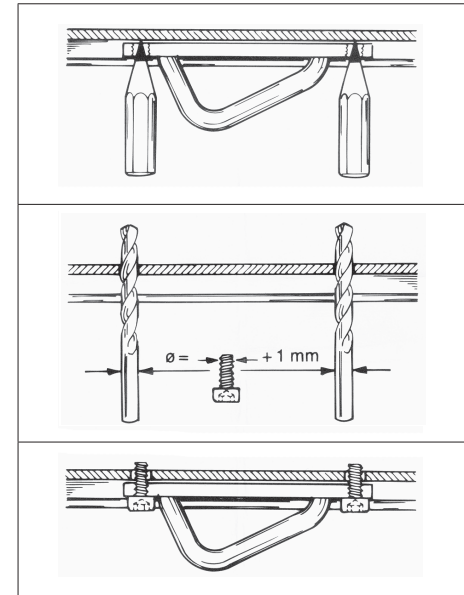

Fig. 3
9. Montera bomtravaren permanent, se fig. 3.
9. Secure the boom-slider in its permanent position. See fig. 3.
10. Montieren Sie den Baumbeschlag endgültig. Siehe Abb. 3.